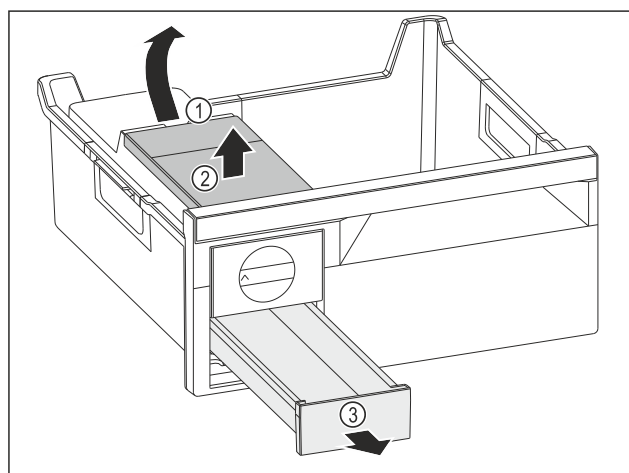

Fig. 211
- Vađenje spremnika za vodu: Podignite spremnik za vodu na otvoru Fig. 211 (1).
- Izvadite spremnik za vodu Fig. 211 (2) prema gore.
- Izvadite ladicu Fig. 211 (3) prema naprijed.